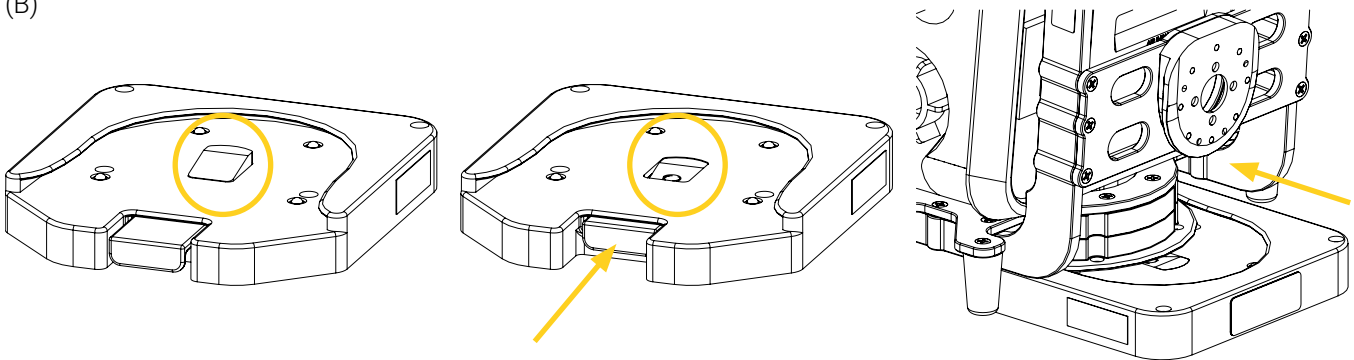

Figure 5: Verrouiller/déverrouiller la Base de Fixation Standard
- **Pour verrouiller** la Base de Fixation Standard, aligner et insérer le disque inférieur standard du support de fixation dans la Base de Fixation Standard jusqu'à ce vous entendiez le son du clic (Figure 5 A).
- **Pour déverrouiller** la Base de Fixation Standard, pousser et maintenir enfoncé le bouton à déclenchement rapide situé à l'avant de la base, puis tirer sur le support de fixation jusqu'à ce que le disque inférieur standard soit sorti de la base (Figure 5 B). Relâcher le bouton à déclenchement rapide.